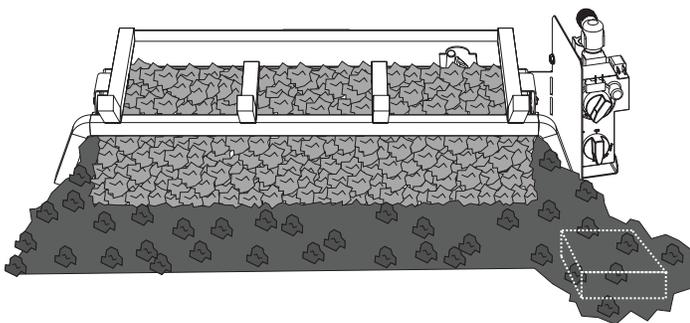

Figure 9
6. Placer le récepteur à distance dans le coin avant droit de la chambre de combustion et le recouvrir de roche de lave, tel qu'illustré à la Figure 9.